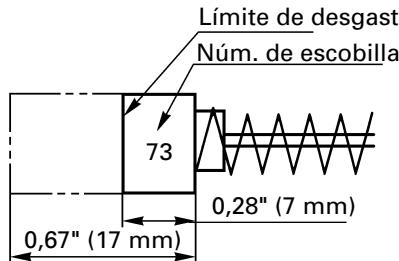

Fig. 18
4. Inspeccionar los escobillas de carbón (Fig. 18)
NOTA: Utilice las escobillas HITACHI Núm. 73 indicadas en la Fig. 18.